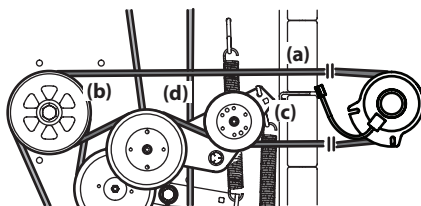

Figure 4-18
- Retirez la courroie de la prise de force (a) du plateau de coupe comme indiqué dans la sous-section Démontage du plateau de coupe. Puis, retirez la courroie de l'embrayage de la prise de force. Voir Figure 4-18.
- Installez la courroie de la prise de force (a) comme indiqué à la Figure 4-18.